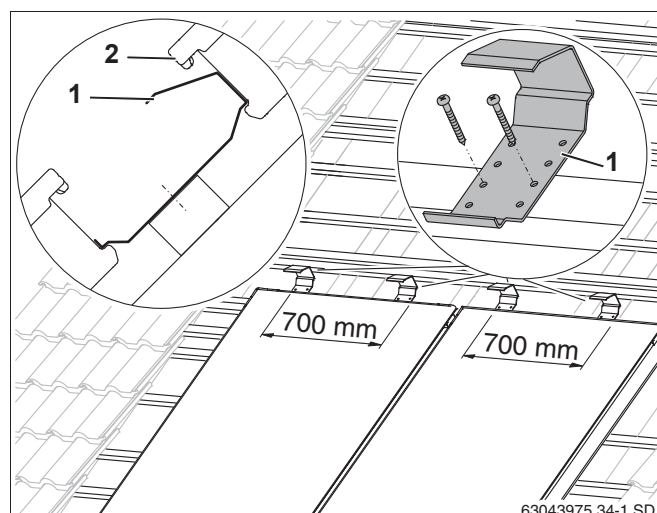

Рис. 31 Крепления от сползания для второго ряда коллекторов
- ▶ Установите два крепления от сползания (рис. 31, **поз. 1**) на коллектор в середине (с расстоянием 700 мм между ними) над нижним коллектором на четвертой дополнительной рейке нижнего ряда и закрепить двумя саморезами 4x40.
- ▶ Коллектор верхнего ряда устанавливается (рис. 31, **поз. 2**) в крепления от сползания, затем его нужно выровнять по нижнему ряду.